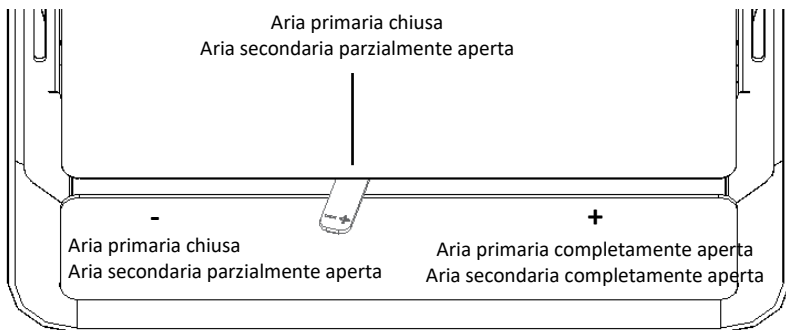
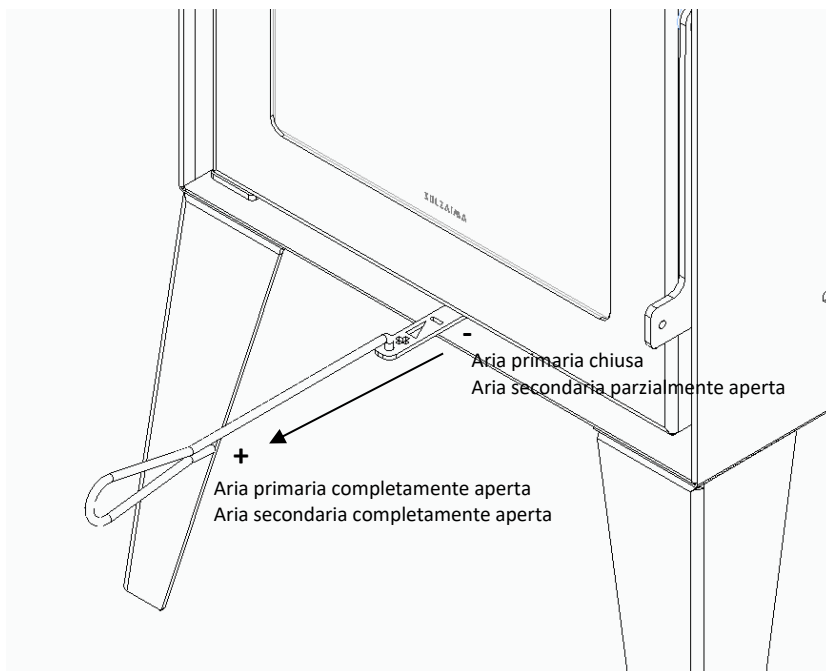

Figura 33 - Regolatore dell'aria nella posizione ottimale del punto di accensione (tranne M12F Eco e M20 Eco)
Figura 34 - Regolatore dell'aria nella posizione ottimale del punto di accensione M12F Eco e M20Eco
- 5 - La fase di accensione si conclude quando la struttura della stufa ha raggiunto una temperatura costante. A questo punto, chiudere lo sportello e regolare l'ingresso dell'aria di combustione per una combustione lenta (Figura 33 e Figura 34);